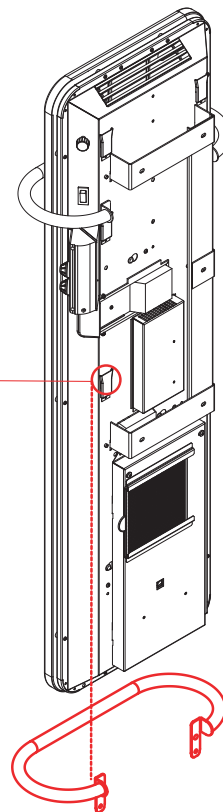

Fig. 3
- La troisième barre s'engage par le bas de l'appareil (Fig. 3).